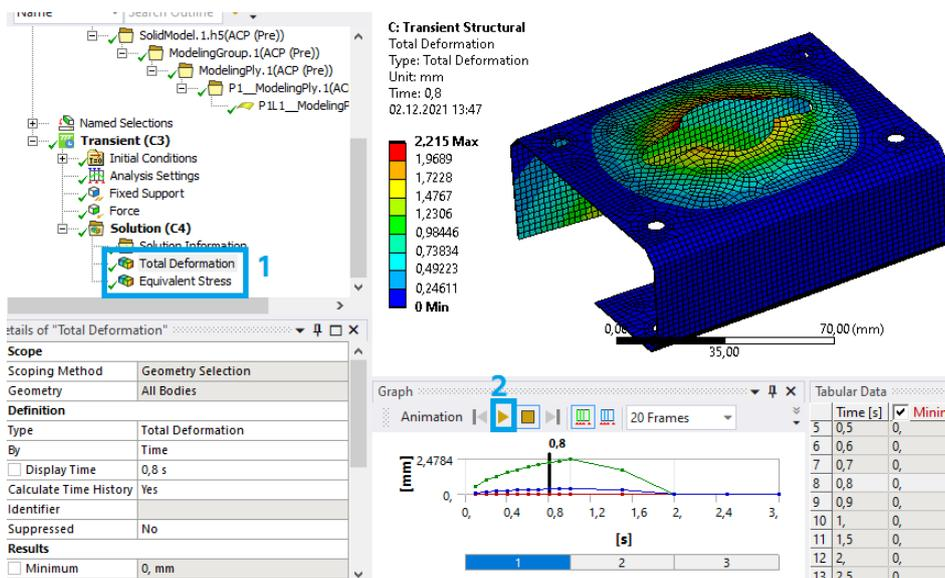

Рис. 31. Запуск анимации
15.5. Чтобы посмотреть, как со временем изменяются перемещение и напряжение на оболочке, выбираем интересующую характеристику (1) и нажимаем на кнопку *Play* (2) (рис. 31). Для прекращения воспроизведения анимации нажимаем кнопку *Stop*.